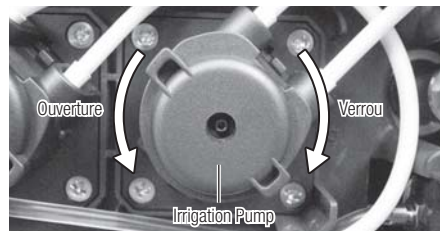

Fig.34
- 5) Faites tourner la pompe d'irrigation dans le sens inverse des aiguilles d'une montre jusqu'à ce que vous entendiez un clic et sortez-la (Fig. 34).